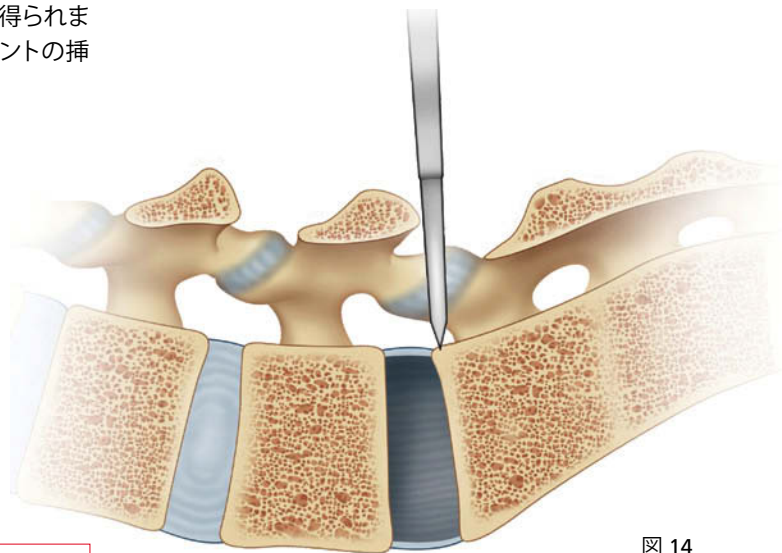

図 14
2. いずれかの椎体後方骨堤部を骨ノミで除去すると、椎間板の前方対側面がよく見えるようになり進入しやすくなります(図14)。また、ケージを滑らかに挿入するための経路も得られます。平坦で平行した表面を作成することが、インプラントの挿入準備を行ううえで重要になります。